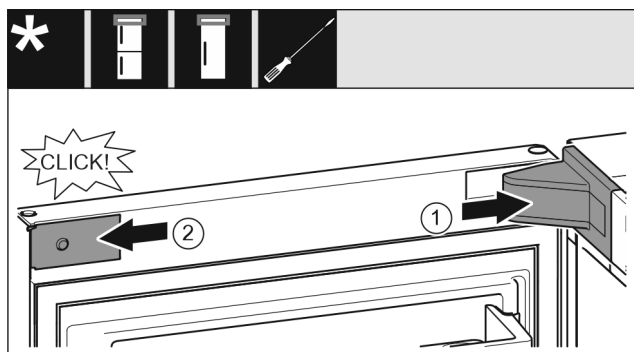

Fig. 20
- Lagerbockabdeckung Fig. 20 (1) aufsetzen und einrasten, ggf. vorsichtig auseinanderdrücken.
- Blende Fig. 20 (2) seitlich ansetzen und einrasten.